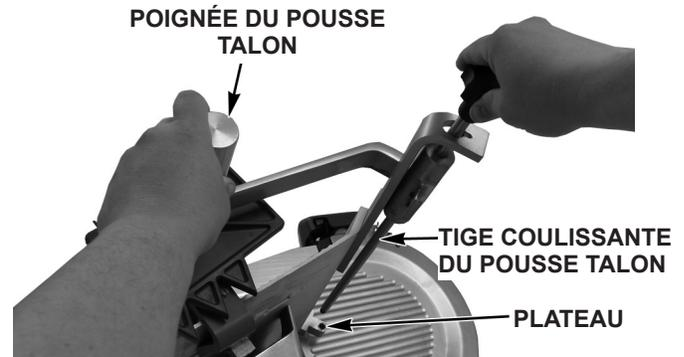

Fig. 15
- Installez le pousse talon (Fig. 15) sur le plateau en glissant la tige coulissante dans la poignée du pousse talon et sur le plateau.